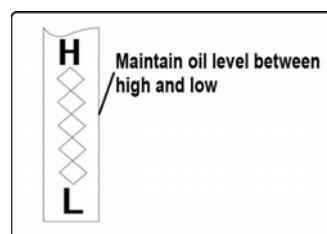

Рис. 26
4. Открутите и снимите крышку заливной горловины с трубы заливной горловины. Обратите внимание на уровень масла. если показания масла на щупе ниже отметки «НИЗКИЙ», медленно добавляйте масло до уровня «ВЫСОКИЙ». См. рис. 26.